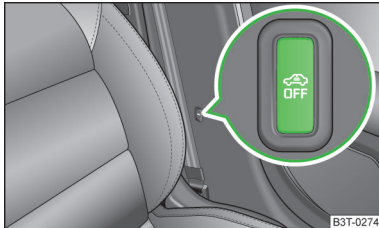

Abb. 36
- Die Symboltaste » Abb. 36 an der B-Säule auf der Fahrerseite drücken. In der Taste ändert sich die Beleuchtung des Symbols von rot auf orange.